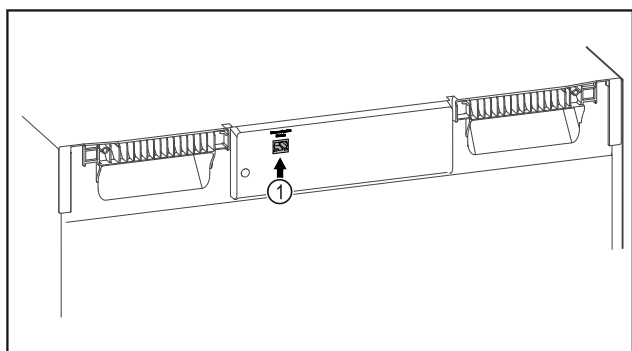

Fig. 94
- SmartModule Fig. 94 (1) inserito.